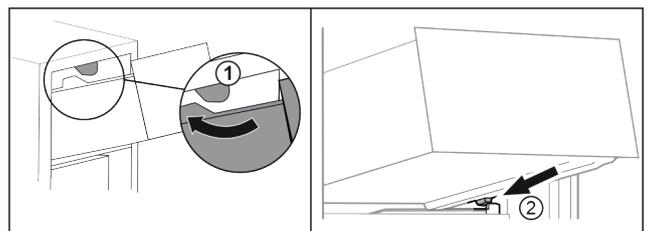

Fig. 68
- Far passare il cassetto sui fermi superiori. Fig. 68 (1)
- Applicare il cassetto inclinandolo dietro i fermi inferiori sulla nervatura del contenitore. Fig. 68 (2)